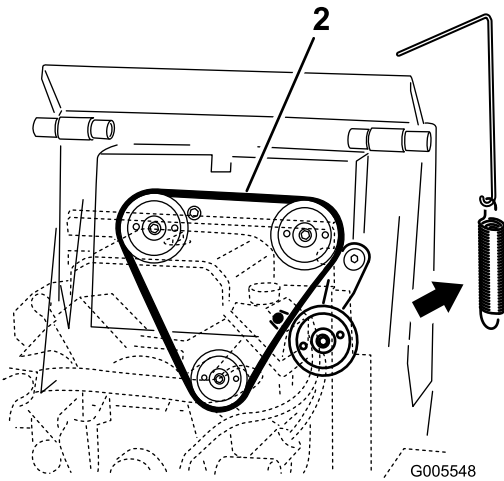

Bild 48
4. Nehmen Sie die Spannscheibenfeder von der Spannscheibe ab (Bild 48).
6. Verlegen Sie einen neuen Treibriemen um die drei Scheiben (Bild 48).